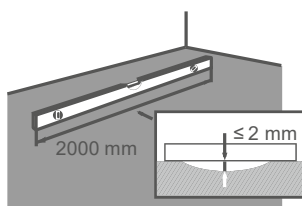

Рисунок 2
6.2 Основание должно быть ровным. Просветы между контрольной двухметровой рейкой и основанием не должны превышать 2 мм (см. Рисунок 2). Неровности с перепадом более 2 мм на длине 2 м должны быть выровнены.